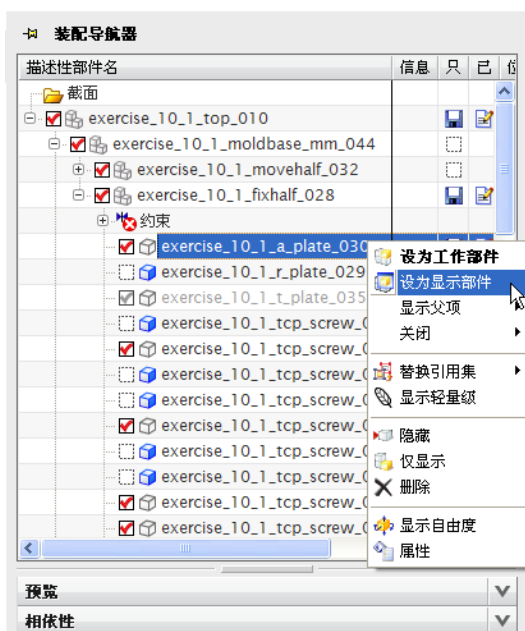
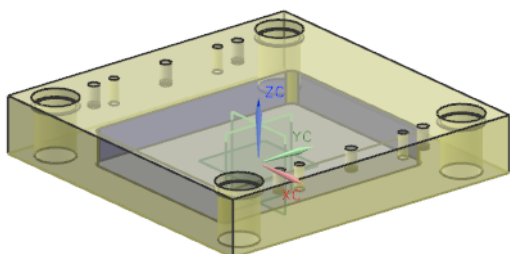

图 10-103 装配导航器
图 10-104 激活显示 A 板
(3) 如图 10-103 所示, 打开【装配导航器】, 隐藏型腔和冷却系统, 激活显示模架 A 板 exercise_10_1_a_plate_030, 如图 10-104 所示。